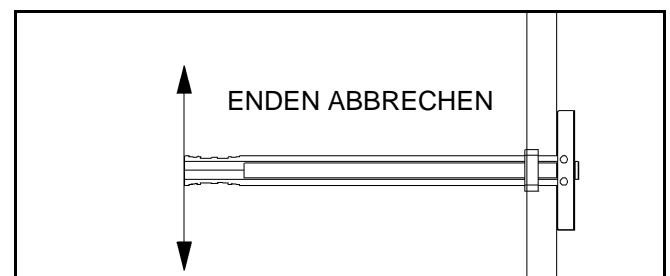

Abbildung 12.
6. Die Fingergriffenden spreizen, um die Kunststoffenden bündig mit dem Kunststoffring des Ankers abbrechen (siehe Abbildung 12).